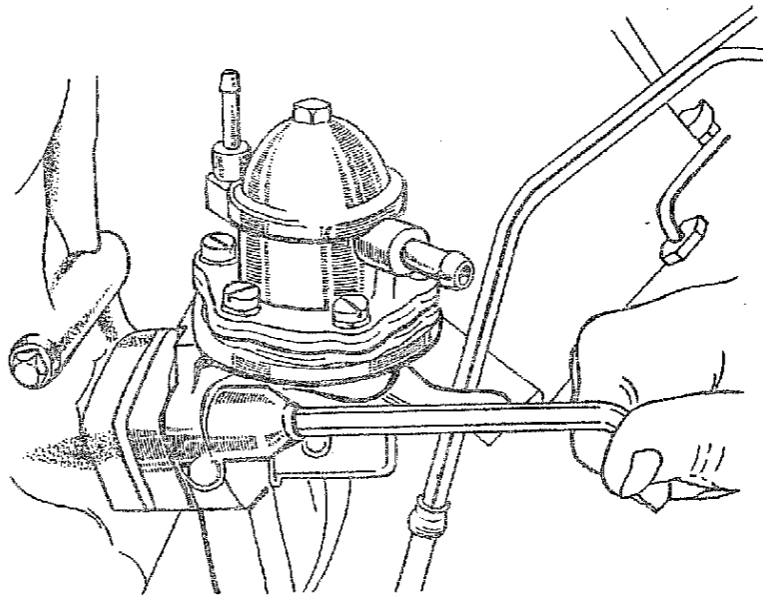
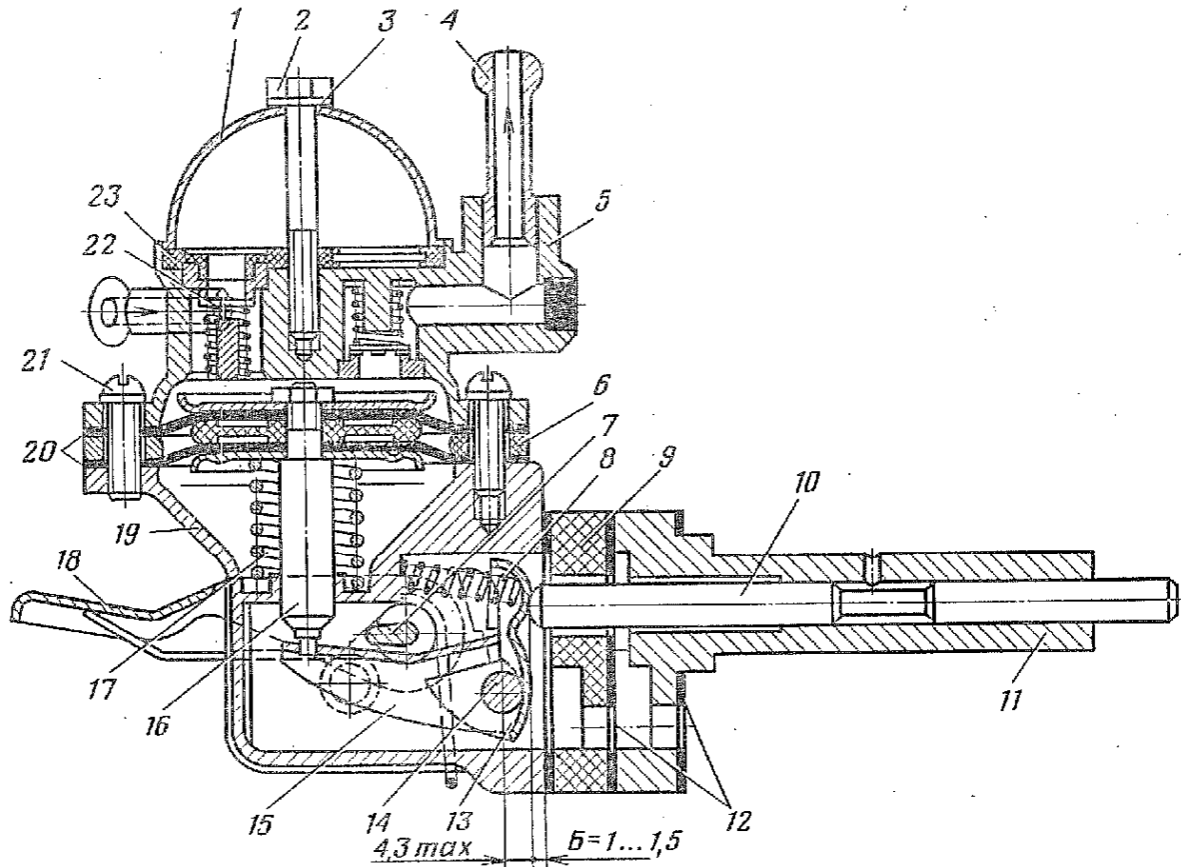

Рис. 45. Снятие топливного насоса
Рис. 46. Топливный насос с деталями установки:
1.4. Отвернуть гайки крепления топливного насоса в крышке распределительных шестерен (рис. 45), снять насос и при необходимости проставку 9 (рис. 46), направляющую 11 со штангой 10 и прокладки 12 (головка 13, вороток).
2.1. Нажать на рычаг 18 (рис. 46) заполнителя насоса до начала рабочего хода, замерить расстояние между рычагом и сопрягаемой плоскостью корпуса насоса (штангенциркуль ШЦ-I-125-0,1).
Размер A регулируется изменением толщины прокладок 12 (рис. 46).